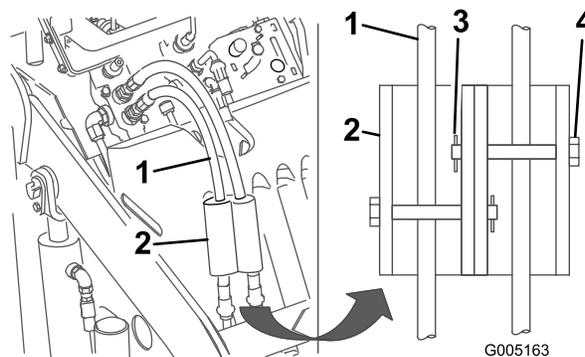

Рисунок 13
7. Поместите замки гидроцилиндров на шланги и закрепите их штифтами с головкой и шплинтами (Рисунок 13).